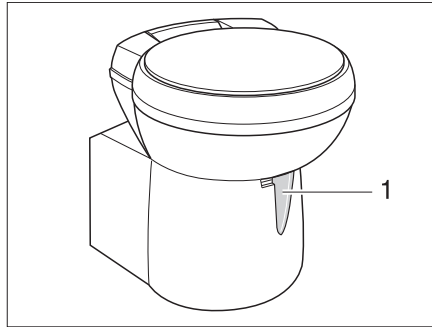

Fig. 361 Taza del inodoro Thetford, basculable
- Antes del lavado, abrir la corredera del inodoro Thetford. Para ello, empujar la palanca de corredera (Fig. 361,1) en sentido contrario a las agujas del reloj.